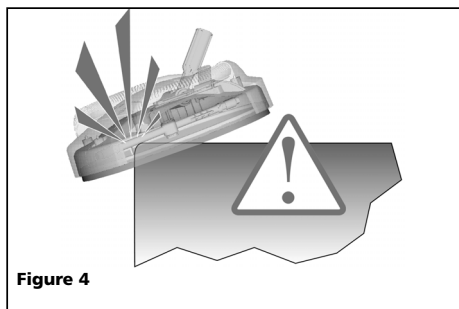

Figure 4
3. Ne pas laisser le bras rotatif entrer en contact avec les objets durs ou tranchants (comme le bord d'une marche). Ceci pourrait endommager le bras rotatif et les embouts (voir la figure 4).